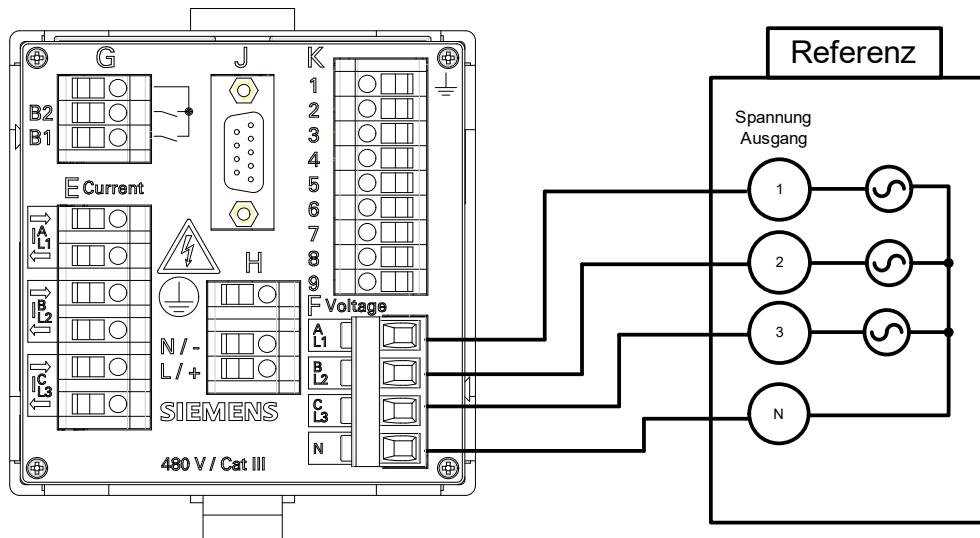

Bild 10-10 Messaufbau zum Abgleichen von UN
- ❖ Führen Sie den Messaufbau gemäß Bild 10-10 durch.